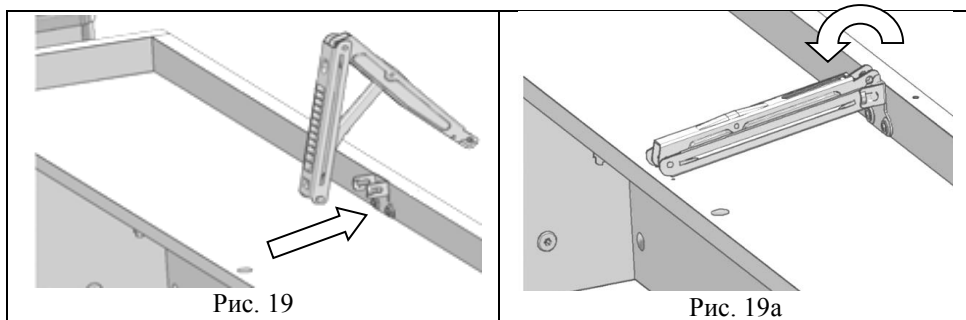

Рис. 19
5.4.2. Фиксатор столешницы Multiflex (поз. 1, пакет № 9а) нижней частью ввести в кронштейн нижний (см. рис. 19; 19а).
Рис. 19а